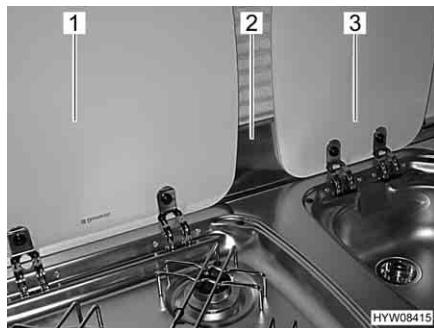

Fig. 118 Lastra proteggifiamma e coperture
- Lastra proteggifiamma** Prima della cottura, agganciare la lastra proteggifiamma (Fig. 118,2) al telaio della finestra. La lastra proteggifiamma copre così l'area tra le coperture del lavandino (Fig. 118,3) e il fornello a gas (Fig. 118,1).
- Agganciare la lastra proteggifiamma (Fig. 118,2).
- Aprire la copertura del fornello a gas (Fig. 118,1).